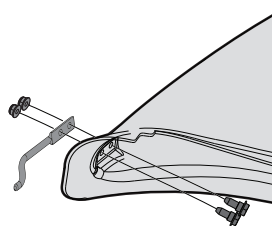

Figure 14
- À partir de l'intérieur du coude, insérez 2 boulons (738-1225) du kit de quincaillerie (689-02199) dans les trous situés à la base de l'avant de la goulotte. Voir Figure 14.
- Placez la tige de montage (747-06309) fournie dans le kit de quincaillerie (689-02199) sur les 2 boulons, avec l'extrémité coudée tournée vers la bouche de la goulotte. Voir Figure 14.
- Serrez les écrous autobloquants (712-04064) fournis dans le kit de quincaillerie (689-02199) sur les boulons. Voir Figure 14.